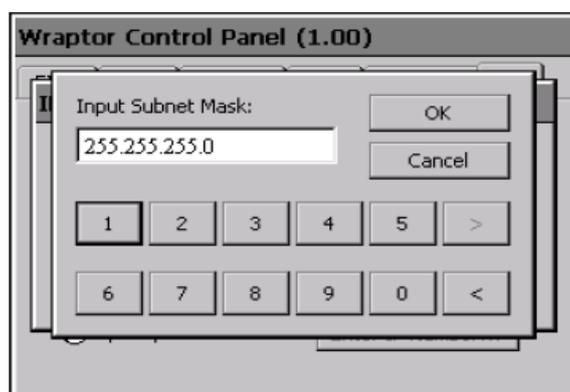

Рисунок 25. Клавиатура для ввода номера IP-адреса.
- Нажмите кнопку **Enter** для отображения клавиатуры (Рисунок 25).